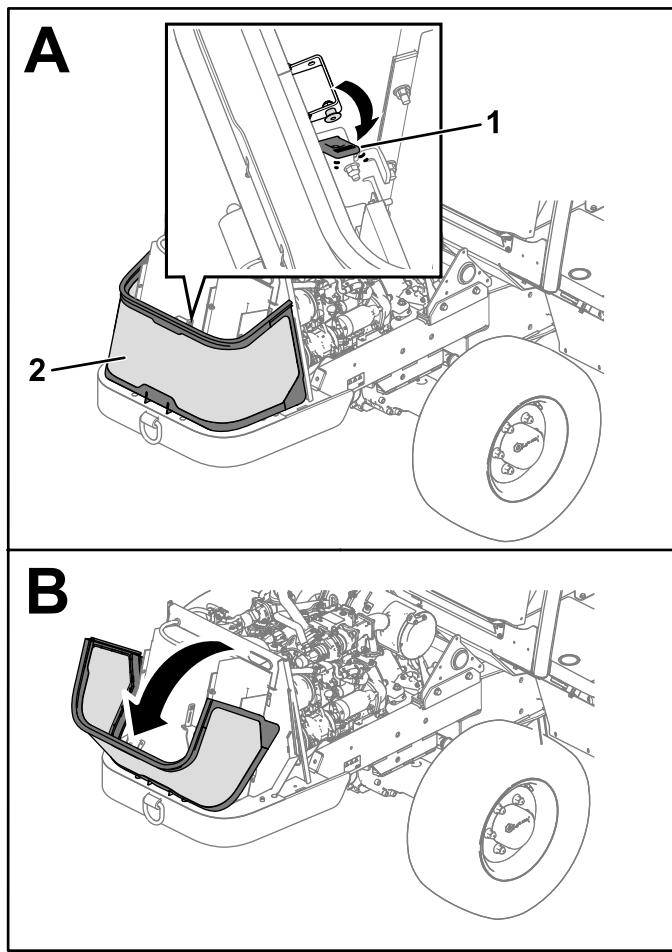

図 109
- 前スクリーンのストラップを外してスクリーンを下げる 図 109。